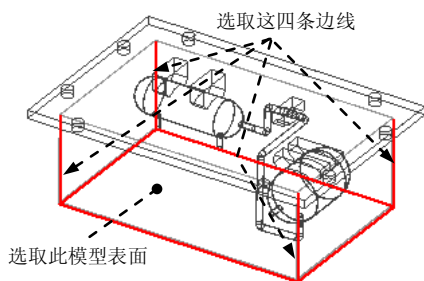

图 8.12.7 变换特征
(1) 选择命令。选择下拉菜单   变换为钣金 命令。
(2) 定义基本面。选取图 8.12.7 所示的模型表面为基本面,然后在弹出的“Solid Edge”对话框中单击  按钮。
(3) 定义撕裂边。选取图 8.12.7 所示的四条边线为撕裂边。
(4) 单击  按钮,完成特征的创建。